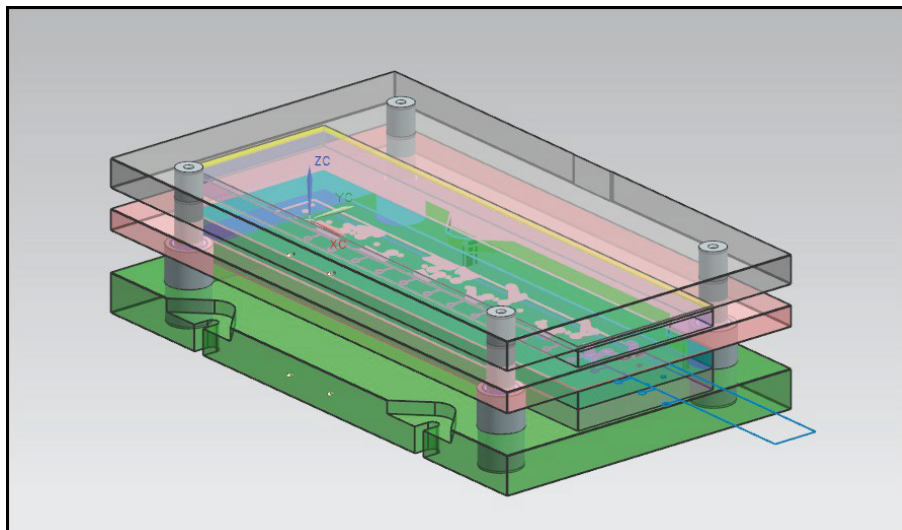

Рис. 9.15. Вид проекта
1. Загрузите проект *prj\_control\_040.prt* из папки 4/4.6/4.6.2. В инициализированном проекте создан технологический процесс гибки детали, загружен пакет штампа (рис. 9.15). Для данного примера изучите процесс создания инструмента **Универсальная Z-гибка**.